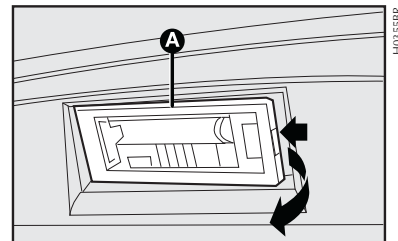

fig. 35
- 1) retirar los portalámparas **A-fig. 35** forzando levemente con destornillador en los puntos indicados por las flechas **fig. 35**;